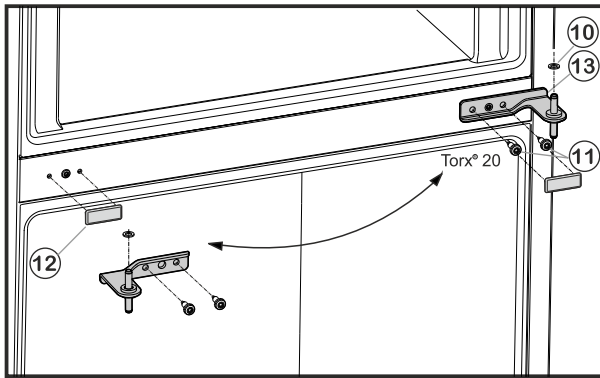

Fig. 6
- Открутите крепежные винты *Fig. 6 (11)* (2 шт. Torx® 20) и извлеките средний опорный кронштейн из нижней дверцы.
- Снимите пластиковую шайбу *Fig. 6 (10)*.
- Осторожно снимите крышку *Fig. 6 (12)*.
- Установите крышку *Fig. 6 (12)* на противоположной стороне.
- Вставьте средний опорный кронштейн *Fig. 6 (13)* с поворотом на 180° в нижнюю дверцу и прикрутите с помощью крепежных винтов *Fig. 6 (11)* (2 шт. Torx® 20) на новую сторону шарнира (с моментом 4 Нм).
- Снова установите пластиковую шайбу *Fig. 6 (10)*.
- Установите верхнюю дверцу на средний опорный кронштейн *Fig. 6 (13)*.